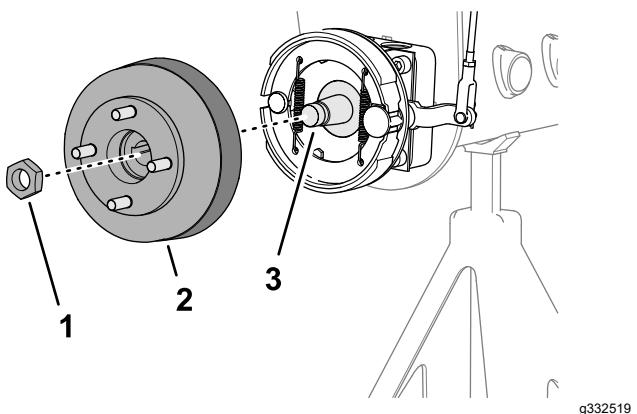
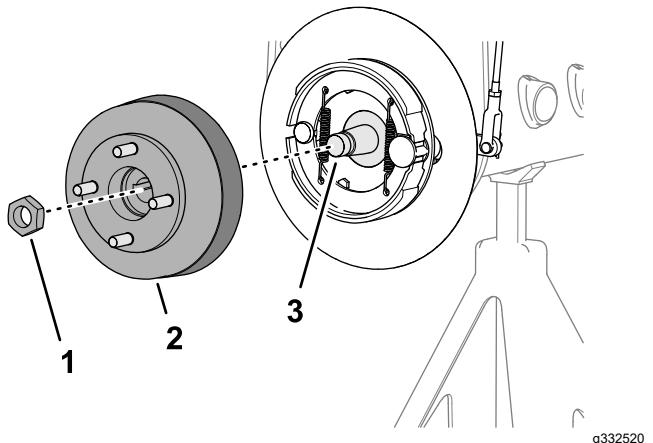

Figura 77
Figura 78
- Rimuovete il dado di bloccaggio che fissa il mozzo all'albero motore della ruota (Figura 77 o Figura 78).
- Utilizzate l'estrattore del mozzo delle ruote specificato per rimuovere il mozzo della ruota e il tamburo del freno dall'albero motore della ruota (Figura 77 o Figura 78).